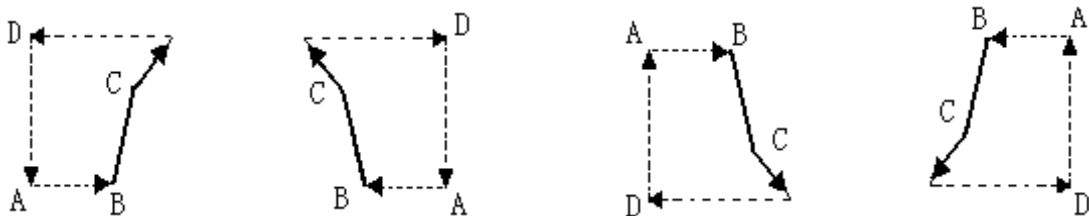

图 4-15-7 G92 螺纹切削刀具轨迹
6) 轴向锥螺纹，螺距 P/E 为螺纹轴 (Z 轴) 方向的螺距；端面锥螺纹，螺距 P/E 为螺纹轴 (X 轴) 方向的螺距；R、K、P 的符号与刀具轨迹的关系如图 4-15-6 和图 4-15-7：